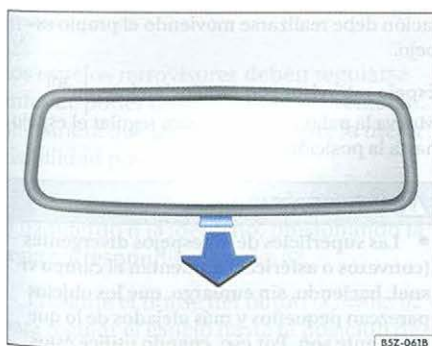

Fig. 59 Detalle de la palanquita de la posición antideslumbrante
- Tire la palanquita ⇒ página 81, fig. 59 -flecha-, para evitar el deslumbramiento de los faros de los vehículos que transitan atrás.